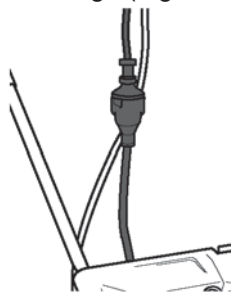

Fig.10
- > Poussez le levier de réglage de la hauteur [10] vers le produit (étape 1) et déplacez-le à la hauteur de coupe souhaitée (Fig.10, étape 2).